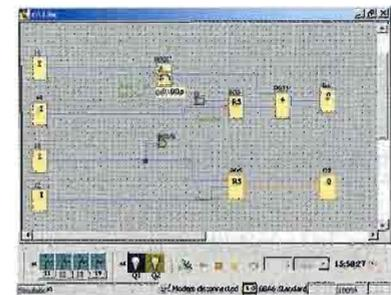

Fig. 3.17.
8. Para comprobar el programa, utiliza la herramienta de simulación con la que puedes verificar el funcionamiento real del programa, cambiar o ajustar parámetros, etc. (Fig. 3.17.)